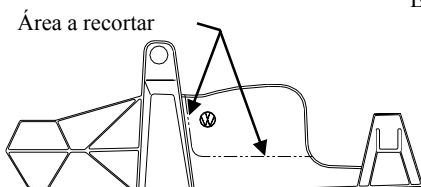

Figura 3
3. Recorte la placa protectora en el costado del conductor cerca al escape como se muestra en la **Figura 3**. **Obtenga la aprobación del propietario del vehículo antes de cortar.**